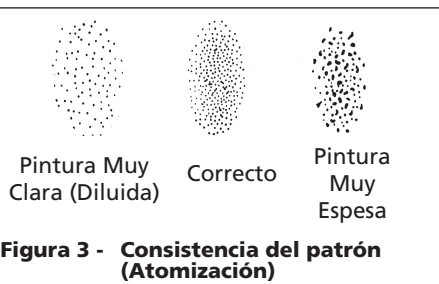

Figura 3 - Consistencia del patrón (Atomización)
3. Oprima el gatillo rápidamente mientras gira la perilla de control en sentido contrario al de las agujas del reloj. Observe el patrón en la pieza de prueba y ajuste la perilla de control de fluido hasta que obtenga el patrón (atomización) deseado (Vea la Figura 3).